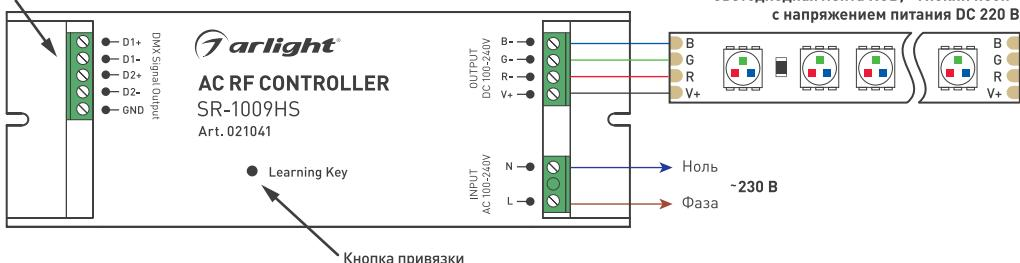

Рисунок 1. Схема подключения RGB «гибкого неона» или светодиодной ленты.
- 3.3. Подключите RGB «гибкий неон» или светодиодную ленту с напряжением питания 220 В к выходу DC OUTPUT контроллера [Рис. 1].